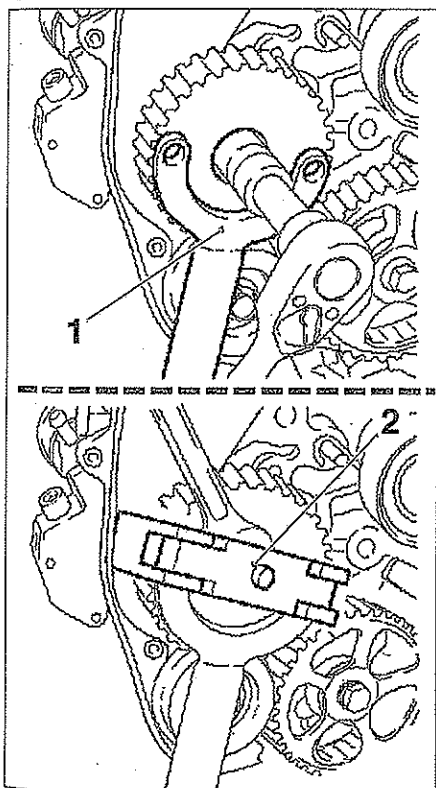

FIG. 24
- Desbloquear la tuerca de la rueda dentada de bomba de alta presión con una llave de pestaña (1) (fig. 24).
- Sacar la rueda dentada con un extractor adaptado o con el útil (2) Opel (ref.: KM-6355)
- Colocar la arandela elástica y bloquear la rueda dentada al par sujetándola con una llave de pestañas (fig. 24).